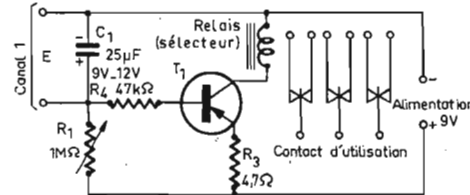

Fig. 1
A. Principe de fonctionnement (voir Fig. 1) :